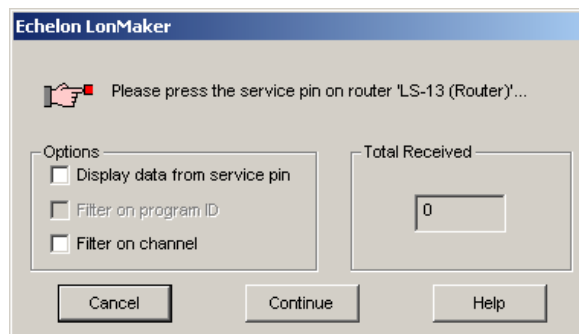

Abbildung 13: Drücken Sie den Service Pin
7. Wurde im letzten Dialog „Service Pin“ ausgewählt, fordert Sie der nächste Dialog zum drücken der Service Pin Taste auf (siehe Abbildung 13).